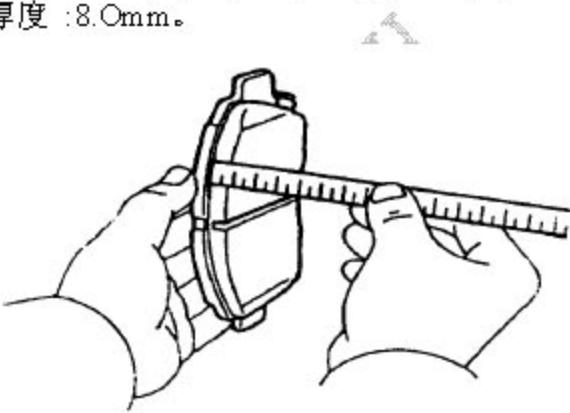

图 3-29
- 2). 检查制动片衬面厚度。用直尺测量衬面厚度。如图 3-29 所示。标准厚度 :10.0mm；最小厚度：1.0mm。